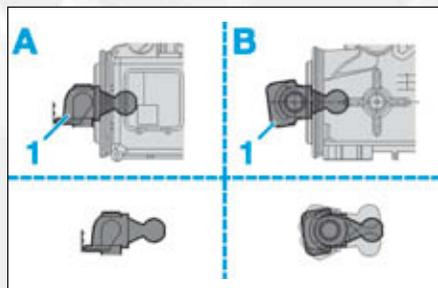

FIG.16
- Position de démontage de l'actionneur (Fig.16) :
- le levier de passage des rapports (1) doit être en position basse (A),
- le levier de passage des rapports (1) doit être en position milieu (B).
- que le levier est en position de montage (Fig.16),